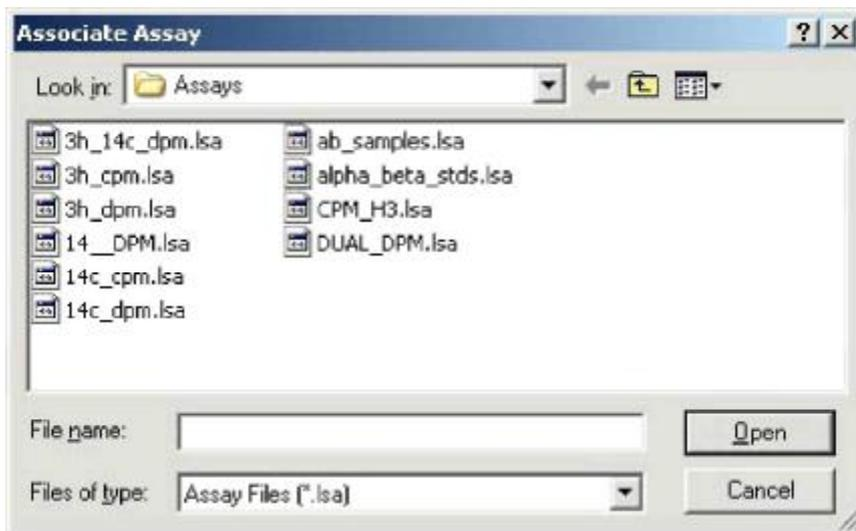

Рисунок 2-4. Окно Associate Assay (Присвоить анализ).
5. Когда появляется окно *Associate Assay* (Присвоить анализ) (Рисунок 2-4) выберите анализ, который необходимо присвоить номеру флага протокола. Щелкните по кнопке **Open** (Открыть).